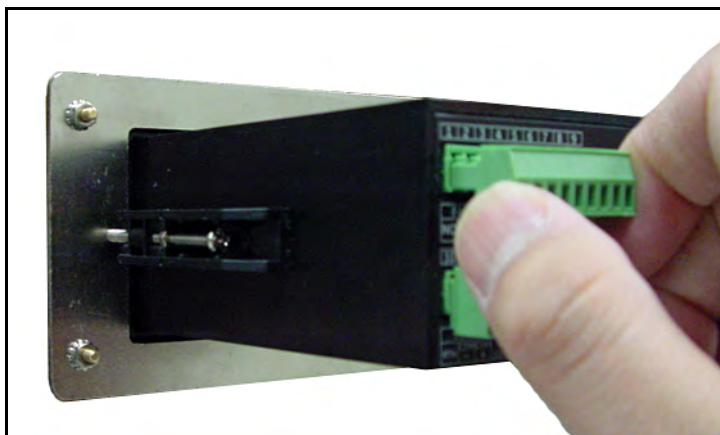

Figura 30: Remover o conector superior
1. Remova o conector do bloco terminal superior na parte posterior do **dew.IQ** (veja *Figura 30* abaixo).
1. Remova o conector do bloco terminal superior na parte posterior do dew.IQ (veja *Figura 30 na página 28*).